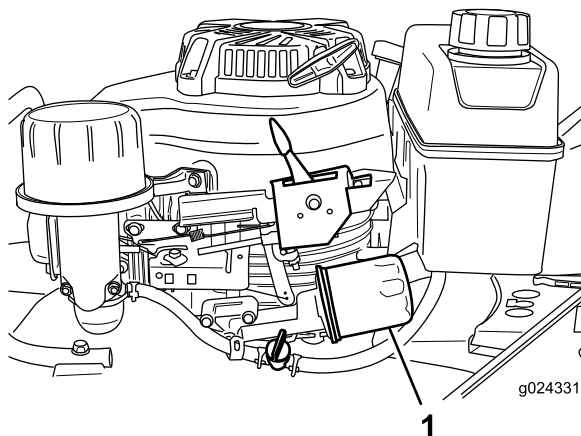

Figura 22
6. Mettete un panno sotto il filtro dell'olio (Figura 22) per raccogliere l'olio che fuoriesce mentre togliete il filtro.